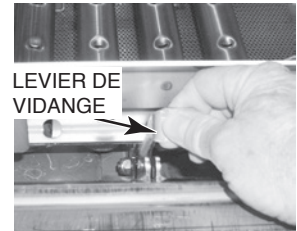

Fig. 32
4. Ouvrir la ou les conduites de vidange en tirant le ou les leviers vers le haut (Fig. 32).